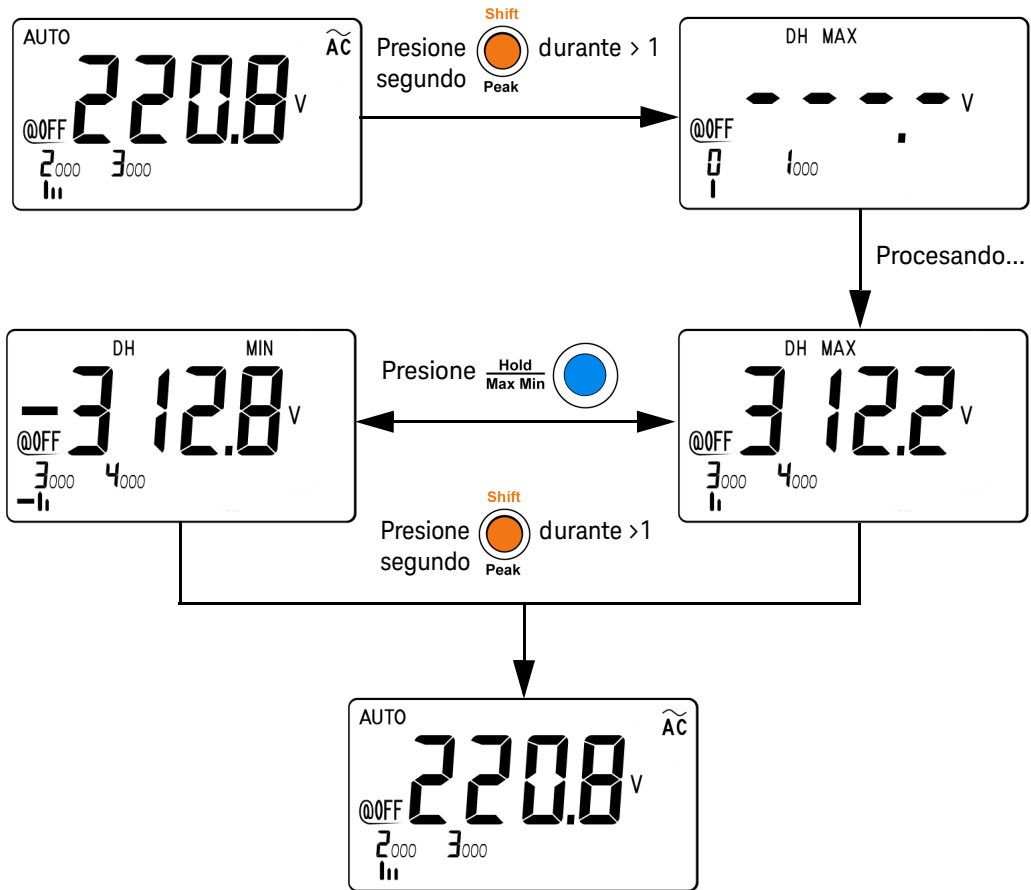

Figura 3-4 Operación del modo Retención de picos de 1 ms
- 4 En el ejemplo de medición que se muestra en la Figura 3-4 en la página 60, el factor de cresta será $312.2/220.8 = 1.414$.